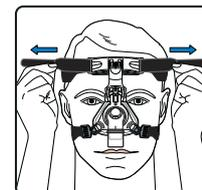
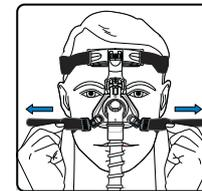

Abbildung 4
Abbildung 5
- Die Maskenhalterung gleichmäßig mit den oberen (Abbildung 4) und unteren (Abbildung 5) Bändern anpassen. Die Maske sollte bequem am Gesicht anliegen.